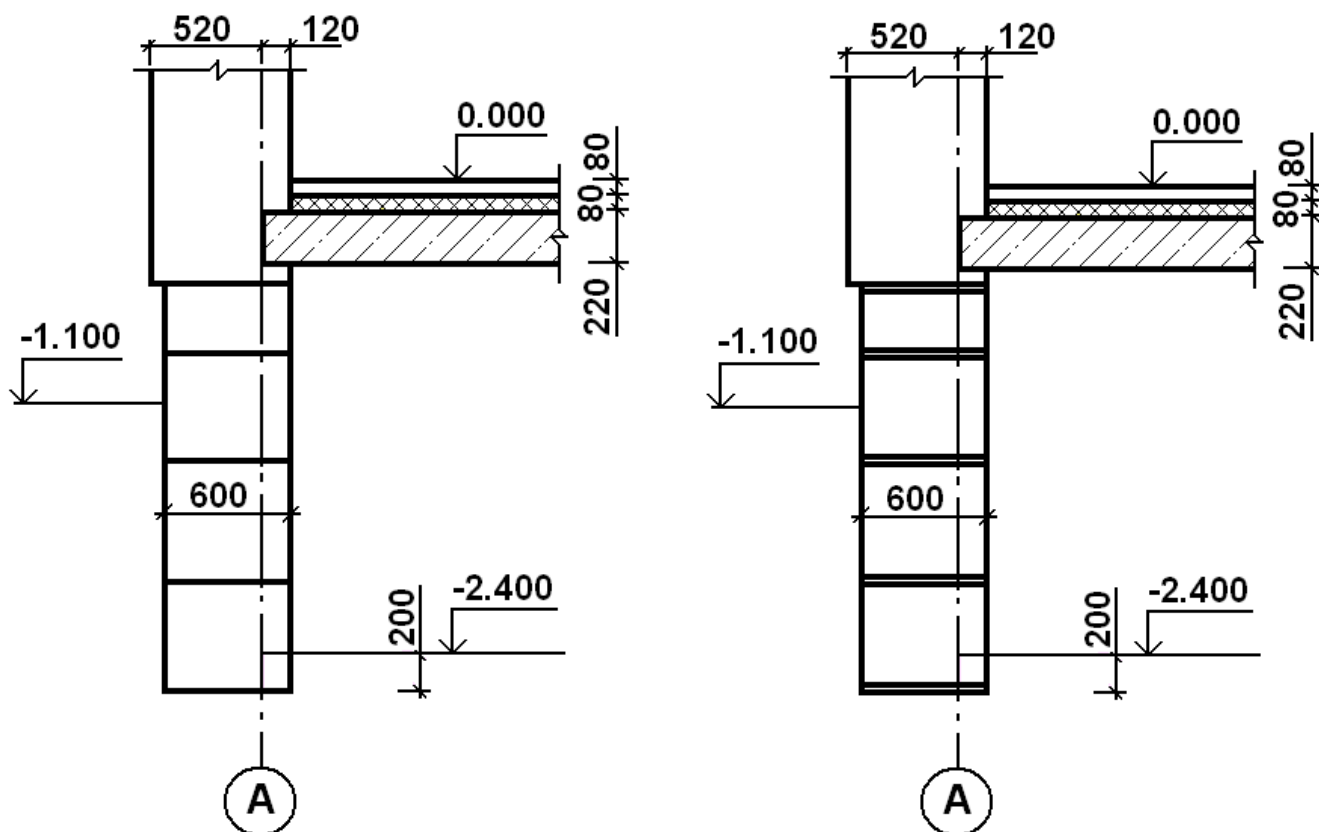

Рисунок 6 – Разбивка на блоки
8. Разбивка блоков начинается снизу вверх. Высота блоков – 580 мм, доборного – 280 мм, швы по 20 мм (рисунок 6).